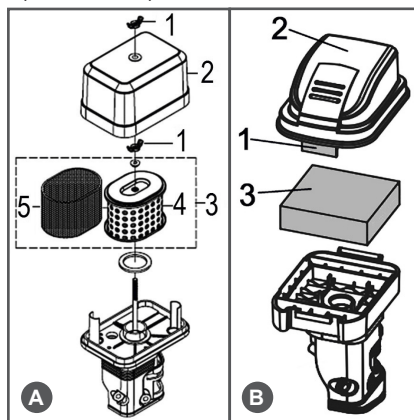

Рис. 10 Обслуживание воздушного фильтра
1. Открутите барашковую гайку (отогните фиксатор крышки воздушного фильтра) (Рис. 10 п. 1) и снимите крышку воздушного фильтра (Рис. 10 п. 2).
2. Извлеките из корпуса воздушный фильтр (Рис. 10 п. 3).
Поролоновый (предварительный) фильтрующий элемент тип «А» (Рис. 10А п. 5) установлен на корпусе бумажного фильтрующего элемента (Рис. 10А п. 4).
4. При незначительном загрязнении промойте поролоновый фильтрующий элемент (Рис. 10А п. 5 и Рис. 10В п. 3) теплым мыльным раствором и просушите. Поврежденный или сильно загрязненный поролоновый фильтрующий элемент замените.
5. Воздушный фильтр тип «В» - поролоновый (Рис. 10В п. 3) смочите специальным или чистым моторным маслом, после чего отожмите излишки масла.
Бумажный фильтрующий элемент (Рис. 10А п. 4) не подлежит очистке, необходима его замена. Не продувайте бумажный фильтрующий элемент сжатым воздухом, не промывайте его в бензине и других растворителях. Эксплуатация двигателя с грязным или поврежденным воздушным фильтром, или без воздушного фильтра приведет к попаданию грязи и пыли в карбюратор и двигатель, что в свою очередь, станет причиной его быстрого износа. Двигатель в этом случае не подлежит ремонту по гарантии.